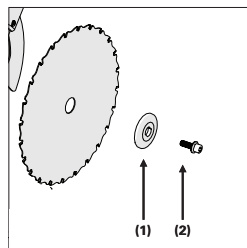

Fig. 30
Installare la flangia esterna (1) (lato piatto sull'utensile), la rondella (2) e la vite del mandrino (3) (**Fig. 30**).